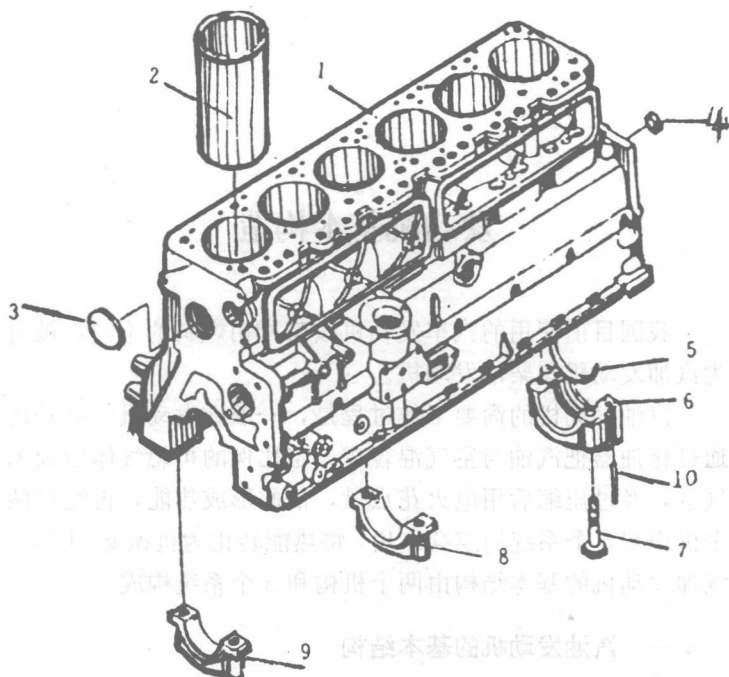
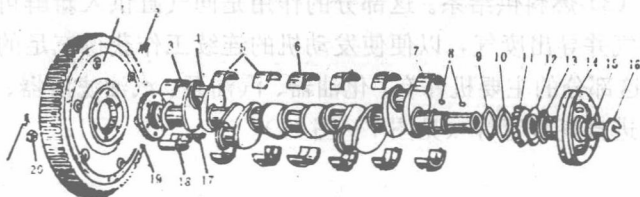

图2 发动机气缸体和曲轴箱示意图
图5 解放CA10B型汽车发动机曲轴飞轮组
(1) 曲轴连杆机构。这是发动机进行能量转换和动力传递的机构，这个机构主要由发动机的气缸体、气缸盖、活塞、连杆、曲轴、飞轮等机件组成（见图 2~图 5）。